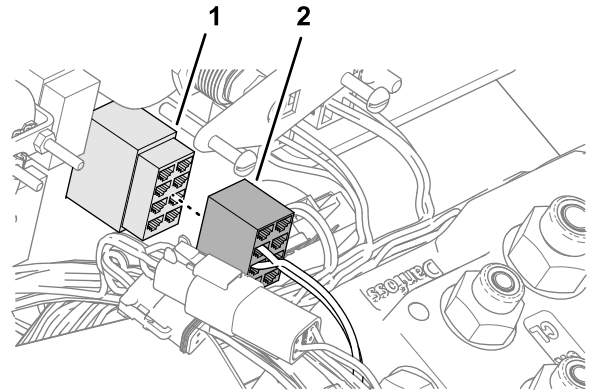

Bild 93
6. Stecken Sie den 8-poligen Anschluss des Kit-Kabelbaums mit der Beschriftung ROAD SWITCH [Straßenverkehrs-Schalter] (Bild 93) in den 2-stufigen Schalter, den Sie in Einbau des Straßenverkehrs-Schalters im Armaturenbrett (Seite 33) installiert haben.